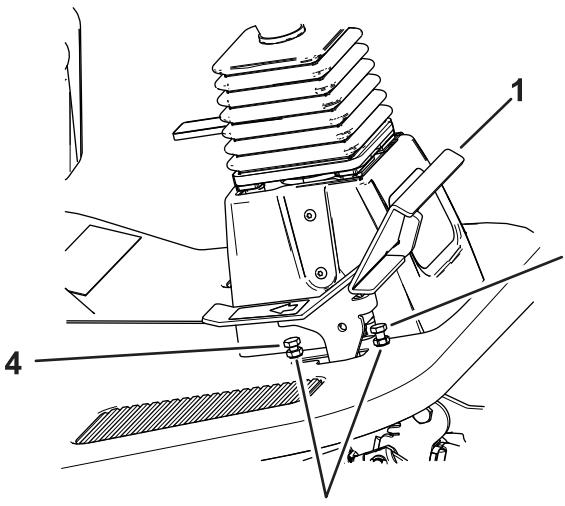

Figura 80
1. Pise el pedal de tracción a fondo (hacia adelante) (Figura 80).
- A. Usando una llave, sujeté el tope del pedal de tracción hacia adelante y afloje la contratuerca en la parte posterior del soporte (Figura 80).
- B. Mueva el pedal de tracción a la posición que desee (Figura 80).
tracción entre en contacto con el pedal de tracción (Figura 80).